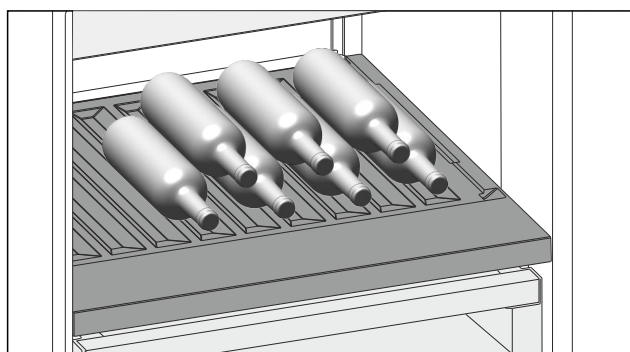

Fig. 103 Voorbeeldweergave
- Flessen met de bodem naar achteren tegen de achterwand plaatsen. (zie Fig. 103)